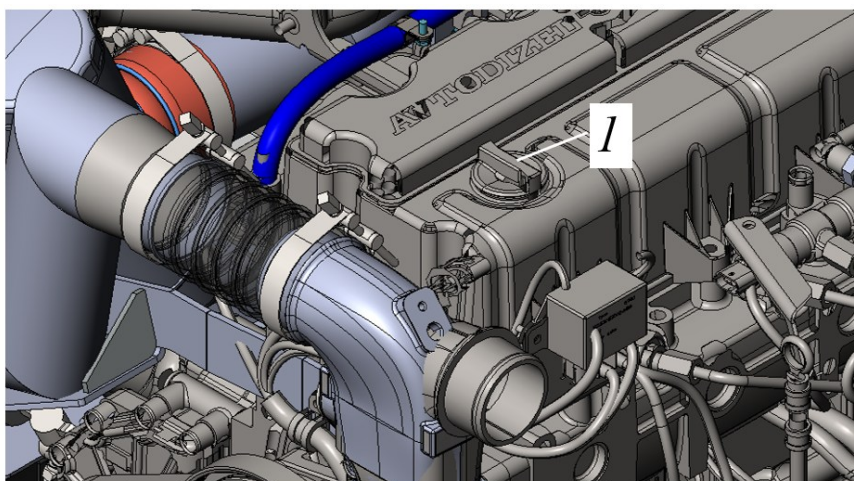

Рисунок 5.17. Крышка маслосливной горловины
- ▶ Открыть крышку поз.1, рис. 5.17, в направлении против часовой стрелки (открыто).
- ▶ Протереть чистой ветошью маслосливную горловину и крышку поз. 1 рис. 5.17
- ▶ Открыть крышку 1 маслоналивной горловины, рис. 5.17. Для исключения попадания пыли и грязи во внутреннее пространство двигателя крышку с горловины не снимать;
- ▶ Снять крышку с наливной горловины (поз. 1, рис. 5.17) и залить свежее моторное масло в двигатель до отметки *max* на масляном щупе, рис. 5.16.
- ▶ Закрыть крышку маслоналивной горловины (поз. 1, рис. 5.17).